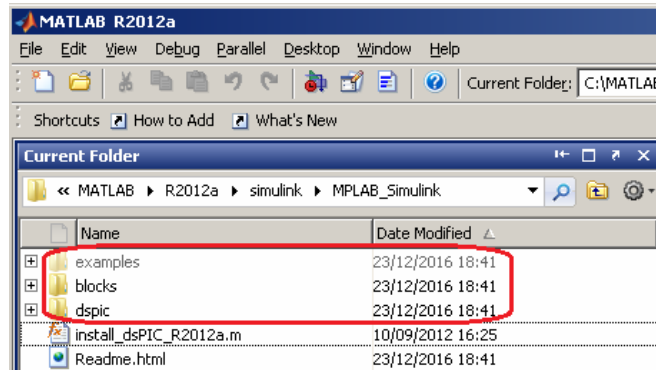
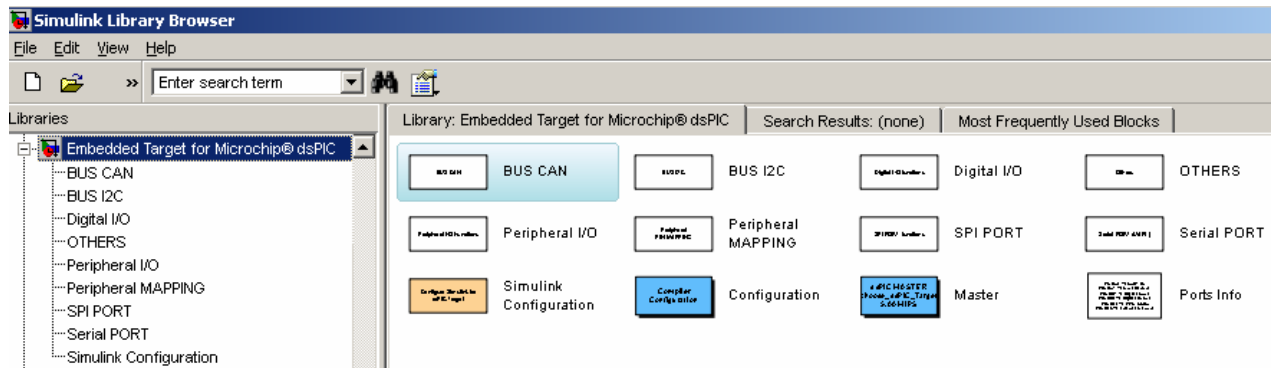

Рис. 12. Содержимое текущего каталога после выполнения `install_dsPIC_R2012a.m`.
Рис. 13. Блоки, установленной библиотеки "Embedded Target for Microchip dsPIC".
Библиотеки dsPIC и примеры Simulink моделей устанавливаются в текущую папку Matlab (Рис. 12). Установленные блоки для моделирования PIC контроллеров доступны в разделе **Embedded Target for Microchip dsPIC** библиотеки Simulink (Рис. 13).
1. Создайте рабочий каталог и скопируйте в него ***.mdl** примеры из раздела **example** (см. Рис. 12).
4. Создайте Simulink модель для PIC контроллера, используя блоки библиотеки "Embedded Target for Microchip dsPIC" (Рис. 13), или загрузите готовую модель, например, Servo_ADC.mdl.